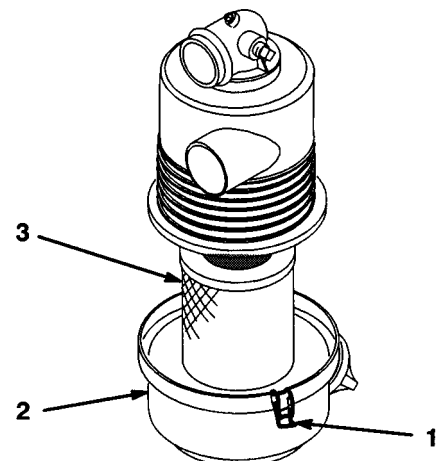

図 22
3. ラッチを外してカバーとボディーを分離し（図 22）カバーの内部をきれいに清掃する。